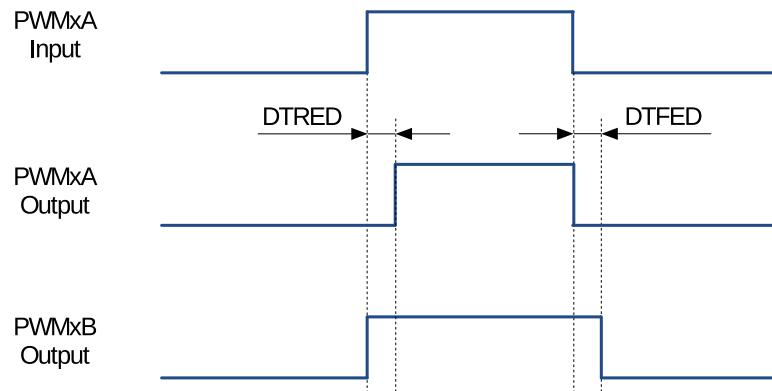

图 116: 高电平有效 (AH) 死区波形
| 4  | 高电平有效 (AH), 参见图 116                                     | 0  | 0  | 0     | 0     |